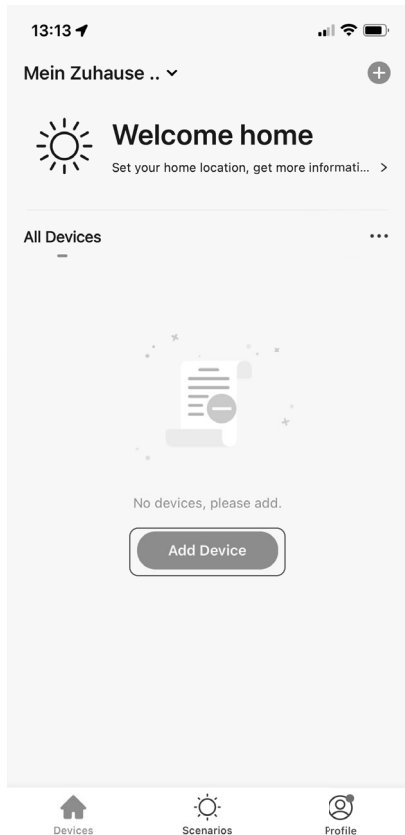

Fig. 1
- ▶ Si vous n'avez pas encore enregistré d'appareil dans l'application MEDION® Life Plus, appuyez sur la touche **AJOUTER UN APPAREIL** (voir fig. 1).